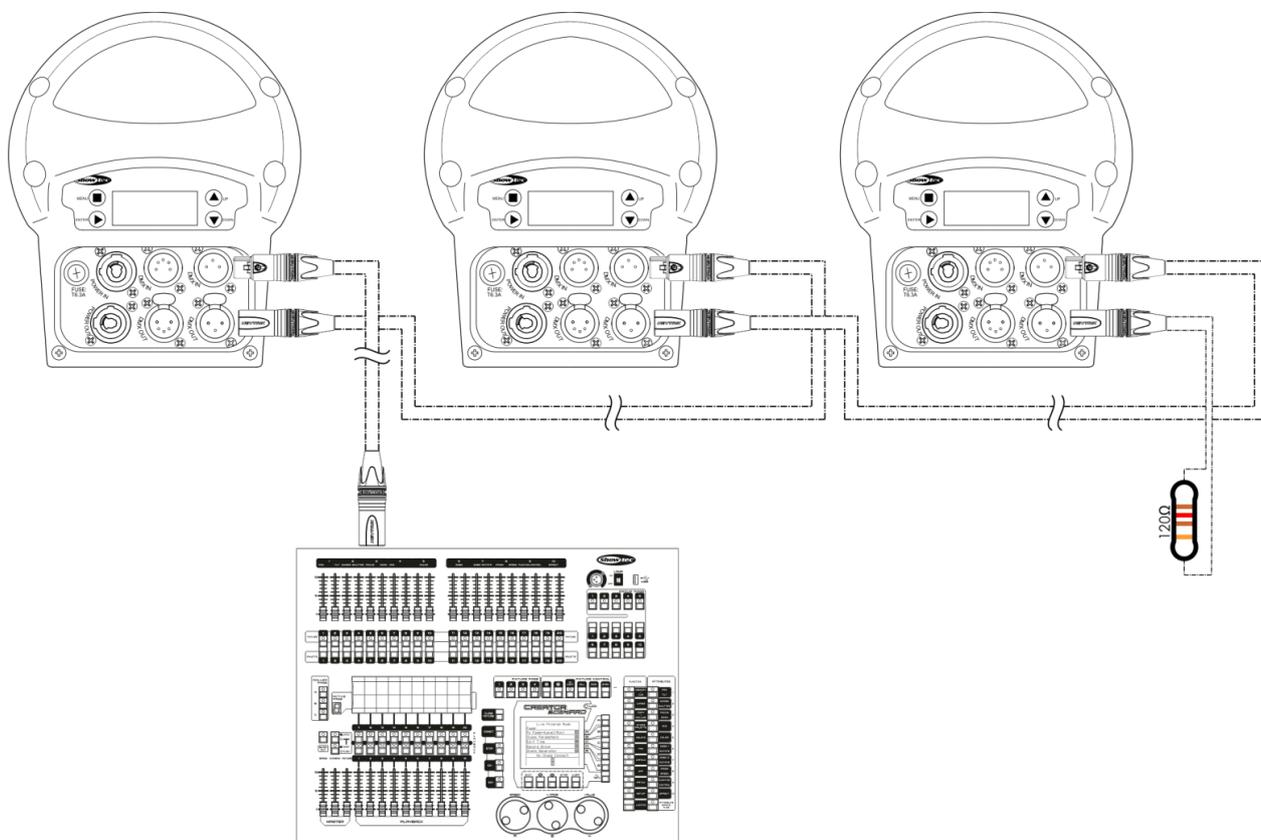

Fig. 13
- 04) Conecte las unidades entre ellas como se indica en la Fig. 13. Conecte un cable de señal DMX que vaya desde el conector DMX OUT (salida) de la primera unidad al conector DMX IN (entrada) de la segunda unidad. Repita este proceso para interconectar las unidades segunda, tercera y cuarta.